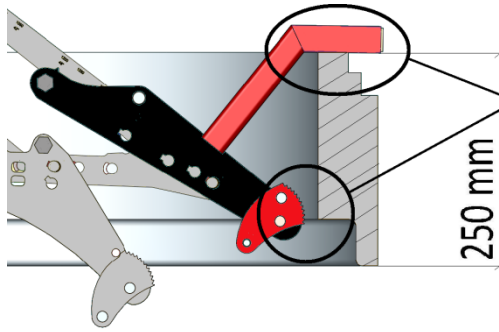

Bild 1
**Das Greifen von Schachtringen (Bauhöhe 250 mm) OHNE oben benanntes Zubehörteil (4400.0079) ist untersagt (→ siehe Bild 1).
**Bild 1** zeigt einen Schachtring mit einer minimalen Bauhöhe von 250 mm **ohne** „Adaptersatz“ an Auflage von SVZ-UNI“ (44000079).